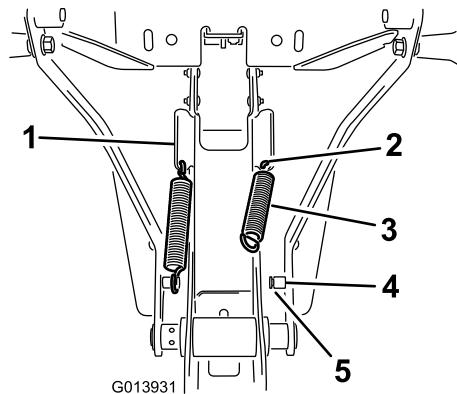

図18
2. スプリングの一方の端を穴に引っ掛け、もう一方の端をスプリングポストに引っ掛ける図18。
3. スプリングの端部が柱の溝に適切にはまっていることを確認する図18。
1. フレームアセンブリの側面にあるアンガルタブの下端についている穴にスプリングを取り付ける図18。